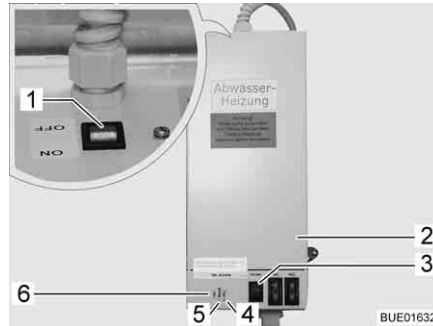

Fig. 217 Transformador con aparato regulador
Según el modelo, el transformador de 230 V AC/12 V DC (Fig. 217,2) estará instalado en el armario ropero o en el baúl del grupo de asientos.
- La luz de control (Fig. 217,5) se enciende verde: Regulador en funcionamiento.
- Las luces de control (Fig. 217,4 y 6) se encienden rojas: Las tuberías de aguas residuales se calientan.
La carcasa tiene un pulsador de prueba (Fig. 217,3) integrado con el cual se puede poner en funcionamiento brevemente el aparato regulador. Presionando el pulsador de prueba se puede comprobar el funcionamiento del calentamiento aún cuando la temperatura ambiente sobrepase los 5 °C.
- Poner el interruptor (Fig. 217,1) en el transformador (Fig. 217,2) en "ON".
- Poner el interruptor (Fig. 217,1) en el transformador (Fig. 217,2) en "OFF".